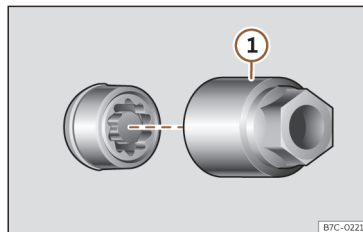

Fig. 212 Boulon antivol de roue avec capuchon et adaptateur.
- Encastrez l'adaptateur spécial >>> **fig. 212 ①** (outillage de bord >>> page 310) sur le boulon de roue antivol jusqu'à la butée.